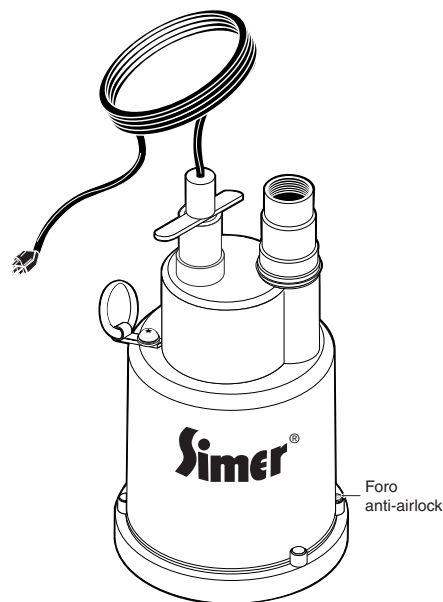

Figura 1
3. La pompa è dotata di un foro anti-airlock (vedi figura 1). Mantenerlo pulito ai fini della regolarità del funzionamento.